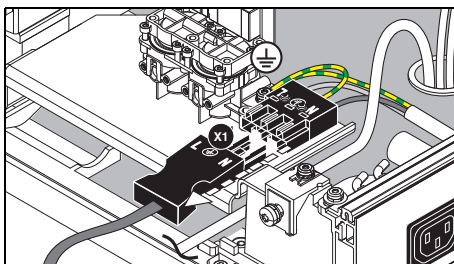

Bild 3-5 Schutzleiteranschluss mit Prüfkabel an der Netzanschlussklemme
1. Messen Sie den elektrischen Widerstand elektrisch leitfähiger und Schutzleiterverbundener Teile an der Behandlungseinheit gegen den Schutzleiter an der Netzanschlussklemme (Widerstand des Prüfkabels abziehen, Bild 3-5). Entfernen Sie hierbei den Netzstecker des PC's, der mit der Behandlungseinheit verbunden ist und ggf. weitere Netzwerkanschlüsse, die den PC erden.